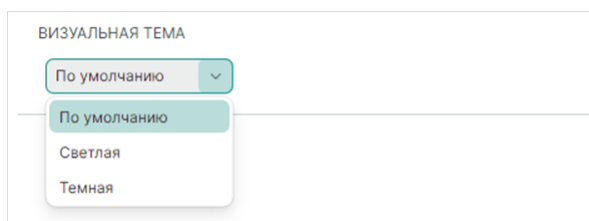

Рис. 64 Выбор визуальной темы
1. Выберите предпочтительное оформление из выпадающего списка в поле «Визуальная тема», см. Рис. 64;